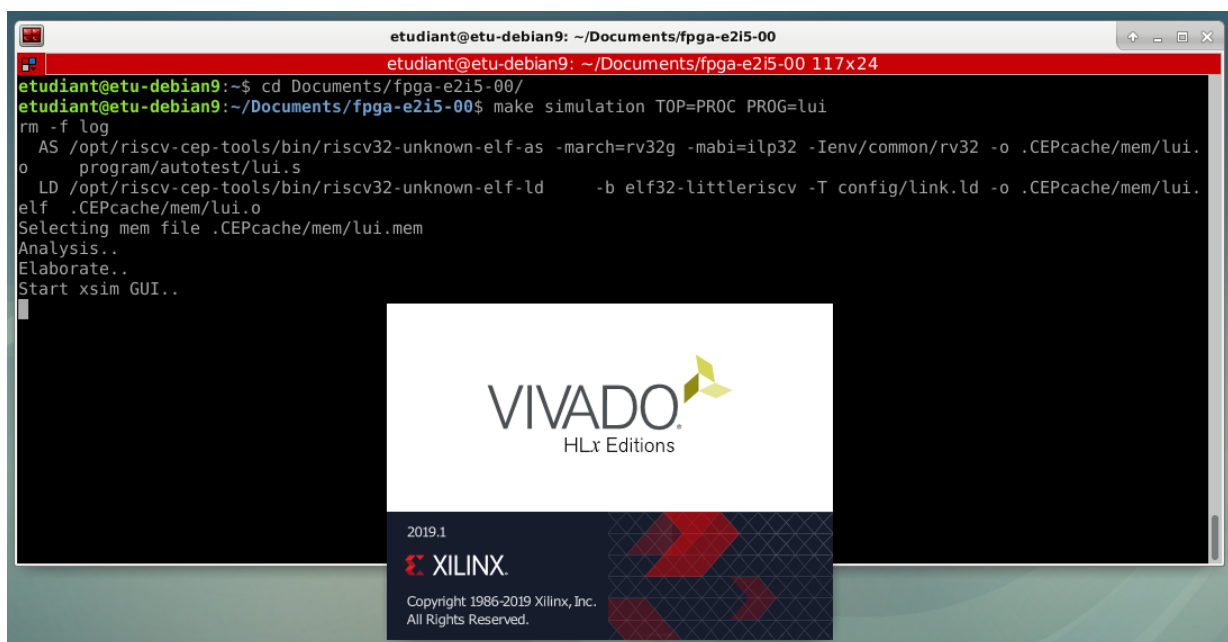

Figure 1 – Exécution de la simulation – test `lui.s`
- Attendez les étapes d'analyse, élaboration et démarrage du xsim (voir Figure 1)